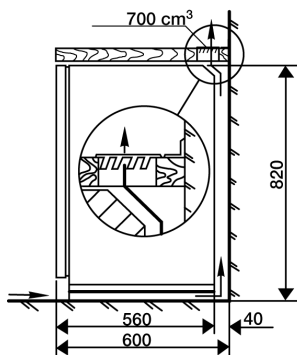

ABB. 1
- Entfernen Sie zuerst die hinteren "A" und vorderen Schrauben "B", um die Abdeckung des Geräts zu abzunehmen (Abb. 1).